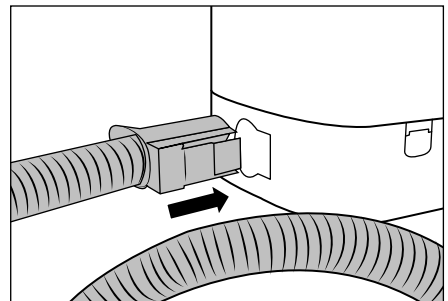

Abb. 2
- ♦ Stecken Sie den Sprüh-/Saugschlauch **15** in den Sprüh-/Saugschlauchanschluss **17** des Geräts, bis die Entriegelungstaste **21** einrastet (siehe Abb. 2).